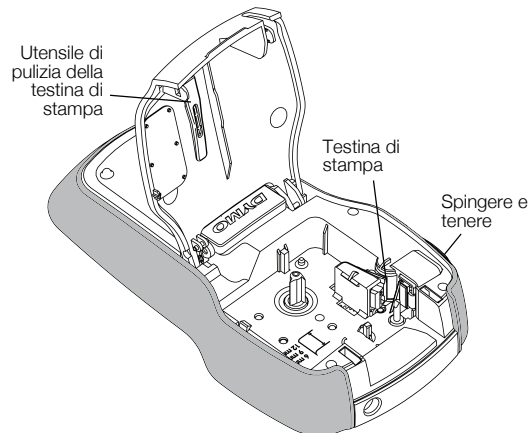

Figura 7
- 2 Tenere premuto il pulsante della taglierina per esporre la lama. Vedere la Figura 7.
- 2 Rimuovere l'utensile di pulizia della testina di stampa dall'interno del coperchio del comparto cartuccia. Vedere la Figura 7.